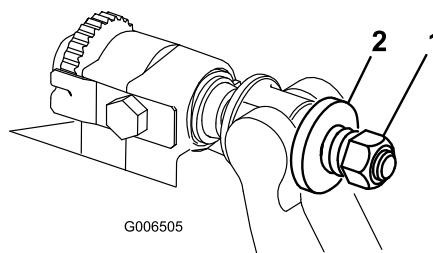

Figure 22
3. Serrez l'écrou de tension du ressort jusqu'à ce que les spires soient jointives, puis desserrez-le de 1/2 tour (Figure 22).